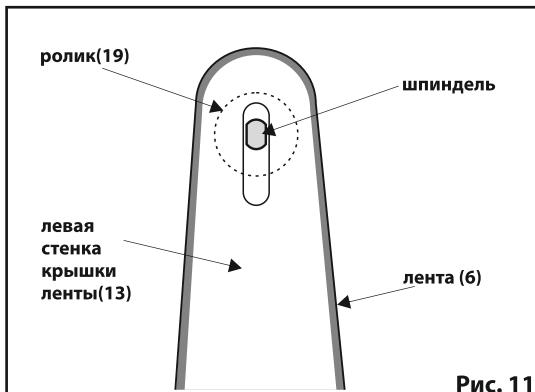

Рис. 11
- Обязательно проверьте, чтобы ролик (19) был установлен правильно, то есть заходил в паз утолщенным участком шпинделя со снятыми фасками. Если это не обеспечено, то дальнейшая регулировка невозможна. Обратите внимание, что это самое главное условие для корректной работы станка. Рис.11.
- В течении всей процедуры регулировки, у неопытного пользователя, из-за слишком сильных амплитуд регулировки установочного винта (15) может произойти смещение шпинделя из паза левой стенки. В таком случае Вам необходимо повторить процедуру установки шпинделя в паз. Рис.11.